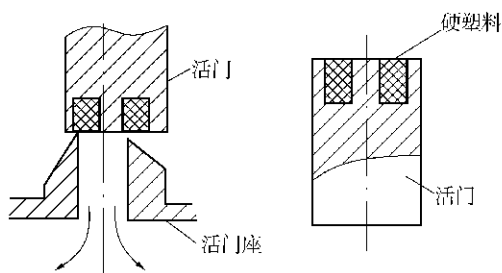

图 18-2 活门、活门座结构
- c. 慢漏气现象是减压器较常见的故障。主要原因是未按操作规程操作,在氧气瓶上装表时没有将氧气瓶阀打开吹掉嘴里的杂物,如砂和铁渣等。当瓶阀一开这些杂物就会随气流被带到减压器高压室里,如经多次使用,这些杂物就会把减压器活门的塑料垫片表面平整度破坏,或将活门座破坏,造成慢漏气现象。活门、活门座结构如图 18-2 所示。